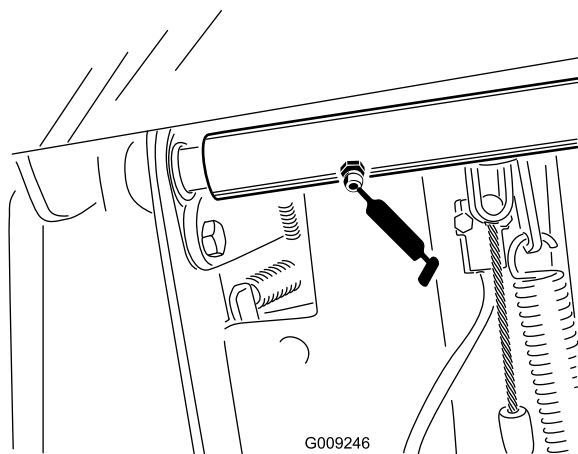

図 35
- ・ ブレーキペダルのピボットシャフトのベアリング2ヶ所 図 35